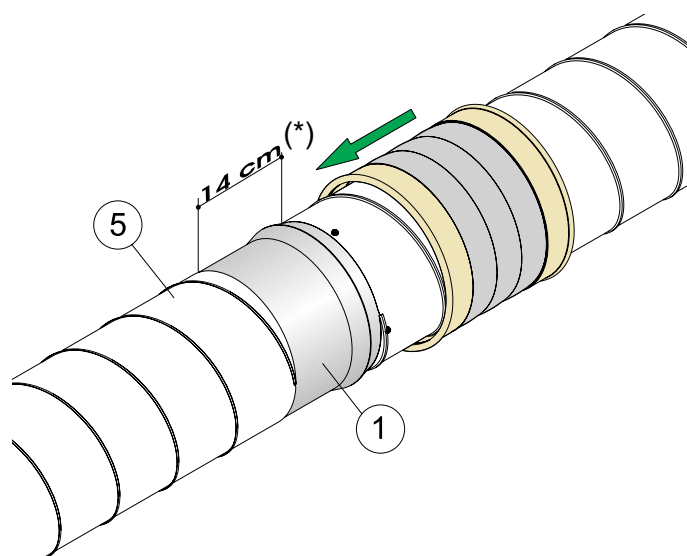

Fig. 2.22
- 4) Inserire il nipple (1) nell'altro tubo (4) lasciando uno spazio di 14 cm fra i due tubi in modo che in fase di dilatazione i tubi siano liberi di scorrere (fig. 2.22).